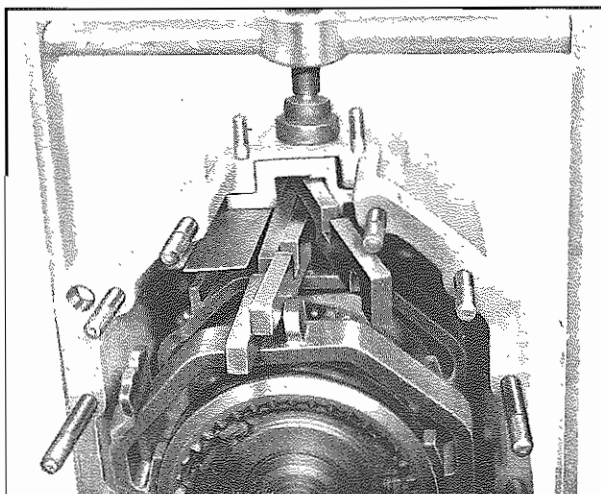

Fig. 46 - Asta di comando
- Inserire prima l'asta di comando della 1a marcia e retromarcia **(601)** con il perno nel foro della forcella di comando **(604)**. Indi l'asta della 2a e 3a marcia **(602)** ed infine l'asta di comando della 4a e 5a marcia **(603)** vedi **Fig. 46**.
- Attach shift rod 1st - reverse gear **(601)** with bolt into bore of shift fork **(604)**. Then rod 2nd - 3rd gear **(602)** and finally shift rod 4th - 5th gear **(603)** refer to **Fig. 46**.